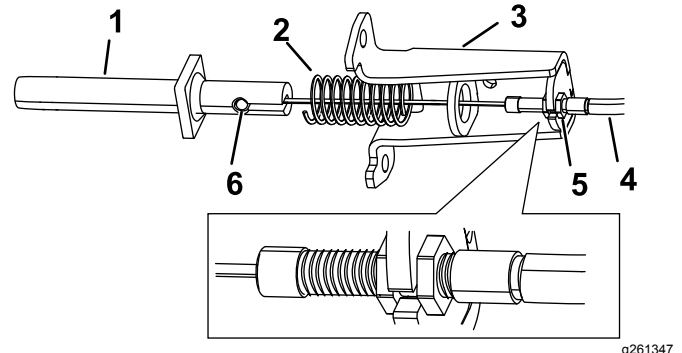

Bild 9
- A. Setzen Sie den Bremszug durch die Bremsenbefestigung und die Feder ein und setzen Sie das Trommelanschlussstück in den Schlitz am Bremswellenstift (Bild 9).
- B. Setzen Sie den Bremswellenstift in die Feder und dann in die Bremsenbefestigung ein (Bild 9). Drücken Sie den Stift ein, um die Feder zusammenzudrücken, setzen Sie das Trommelanschlussstück des Bremszugs in den Schlitz im Stift ein, schieben Sie den Zug in die Kerbe in der Bremsenbefestigung, so dass sich die Kerbe zwischen den beiden Zugmuttern befindet, und lassen Sie den Stift und die Feder langsam los.
- C. Die Muttern am Bremszug so einstellen, dass nur zwei Gewindesteigungen zum Bremszug zeigen (Bild 9).